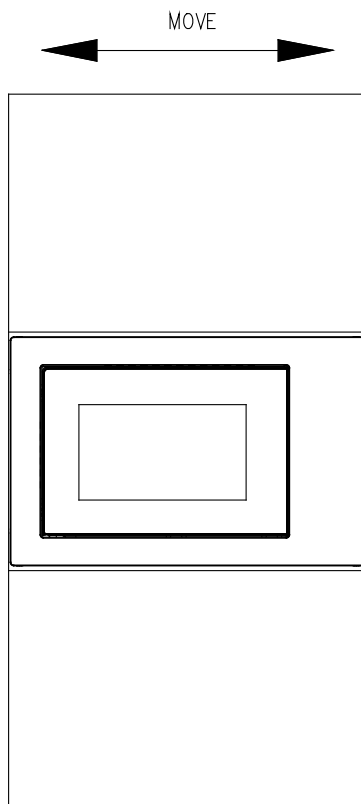

Fig.3
c) Déplacez le produit parallèlement dans le meuble de cuisine en suivant le sens de la flèche sur la figure, et maintenez-le centré (Fig.3).